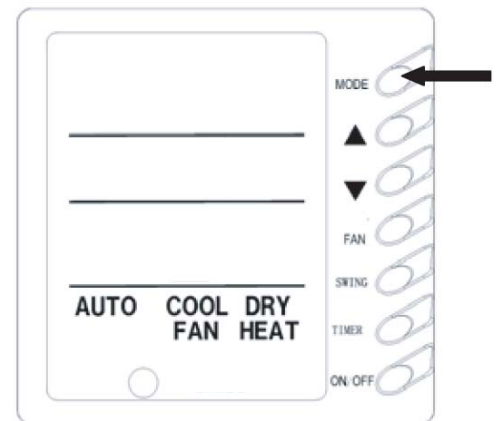

Fig. 6
5) Botón de funciones / MODE (Fig. 6)